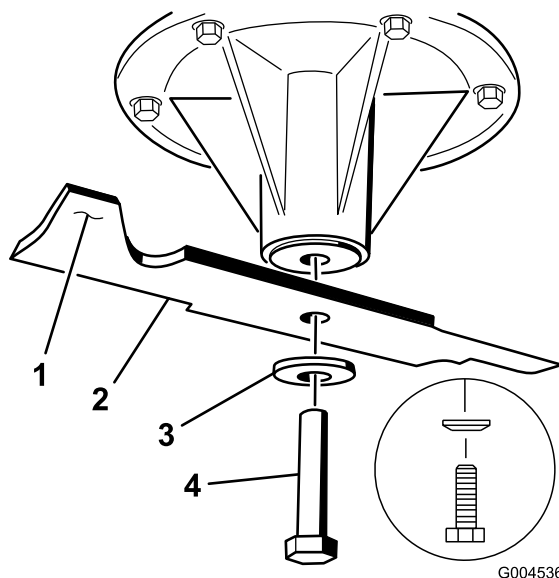

Figure 94
- Enlevez le boulon, la rondelle bombée et la lame de l'axe (Figure 94).